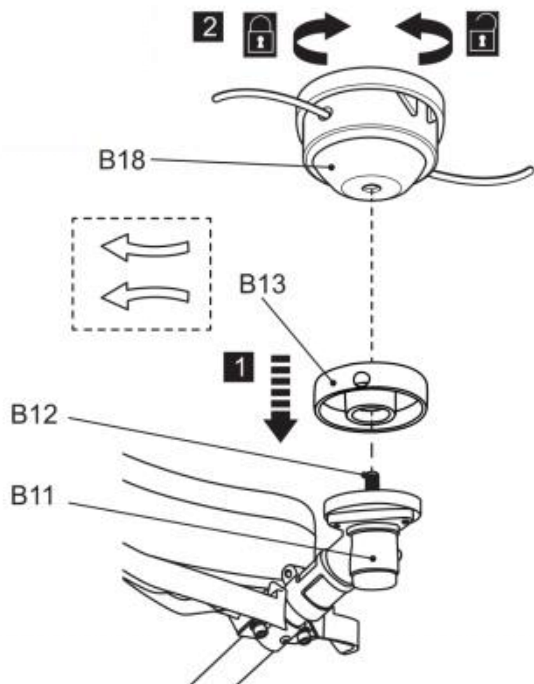

Fig. 6
4) Vissez la tête de coupe (B18) dans le sens inverse des aiguilles d'une montre sur la broche (B12) et serrez-la à la main tout en verrouillant la broche (B12) avec la clé hexagonale (E5). Retirez ensuite la clé hexagonale (Fig. 6).